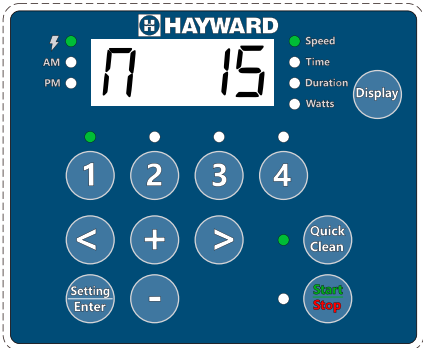

Abbildung 8
- 2. Drücken Sie zweimal auf **Setting** (Einstellungen). Die LED des Laufzeit-Parameters **Duration** blinkt während der Bearbeitung. **Siehe Abbildung 8.**
- Hinweis:** Sie können eine Laufzeit von 0 bis 30 Minuten einstellen (mit dem Wert null (0) schalten Sie den Skimmer aus).